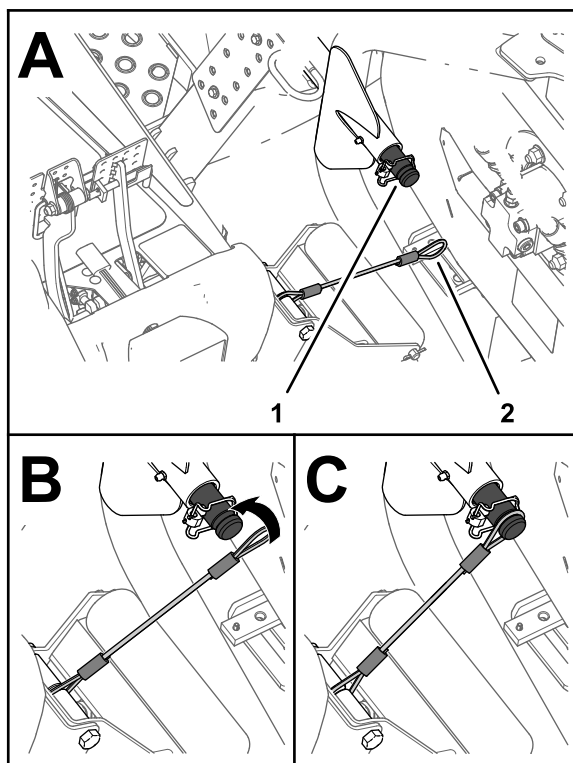

図 40
5. 左右のカッティングユニットの昇降アームのキャリアシャフトにランヤードを取り付ける図 40。
6. キャリアシャフトの溝にランヤードの輪を掛ける。溝に完全に掛けること図 40。